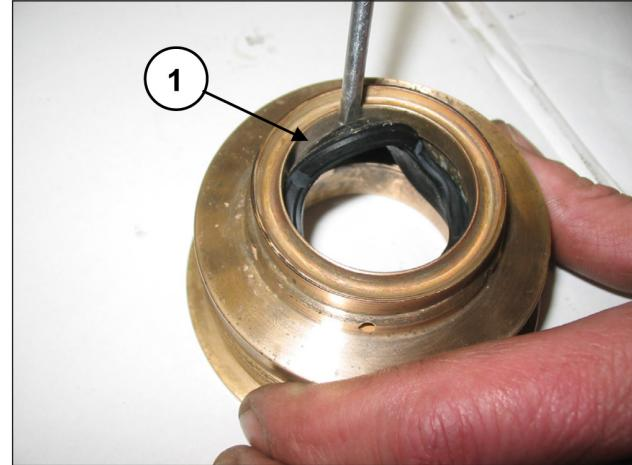

Fig. 148
Pour déposer le joint basse pression, utiliser une jauge d'épaisseur ou un outil qui n'endommage pas le siège du support des joints (rep. ①, Fig. 148).